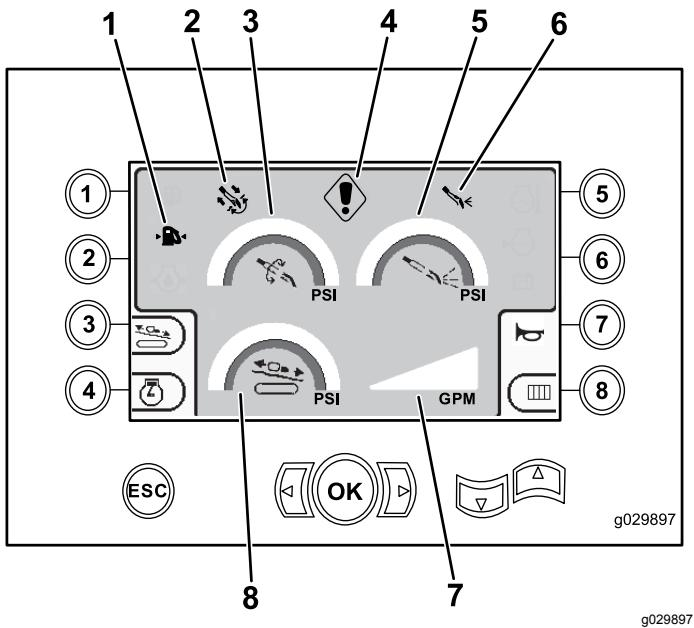

Figura 2
Esta pantalla proporciona medidas de presión rotativa en psi, presión del fluido de perforación en psi, presión del carro en psi, y caudal de fluido de perforación en gpm (Figura 2).
- Advertencia de código de falla de perforación y/o motor (Figura 2)
- Indicador de bajo nivel de combustible (Figura 2)
- Fluido de perforación en la posición de ACTIVADO (Figura 2)
- Perforación automática en la posición de ACTIVADO (Figura 2)